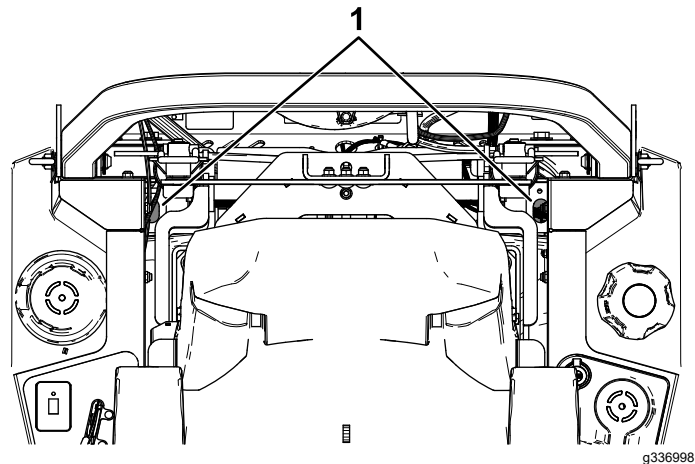

Bild 66
4. Verwenden Sie eine Verlängerung und einen 7/16"-Steckschlüssel, um die Entlüftungsschraube von der Oberseite der Maschine durch die Löcher in der Nähe der Überrollbügelhalterungen zu erreichen (Bild 66).